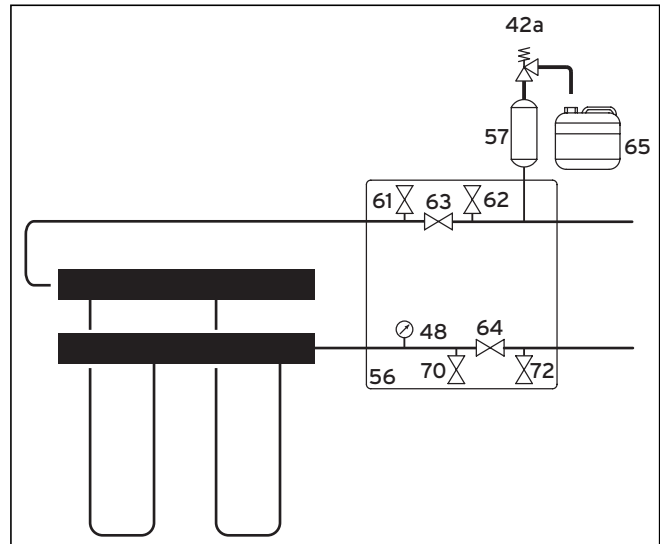

Abb. 5.5 Armaturen im Solekreis
Legende zu Abb. 5.5
- Schließen Sie die Brunnenwasserleitungen an die Wärmepumpe an (→ **Abb. 5.5, Pos. 3 und 4**).
- Montieren Sie die zur Wärmedämmung des Anschlussblechs vorgesehene Isoliermatte (→ **Abb. 5.5, Pos. 2**).